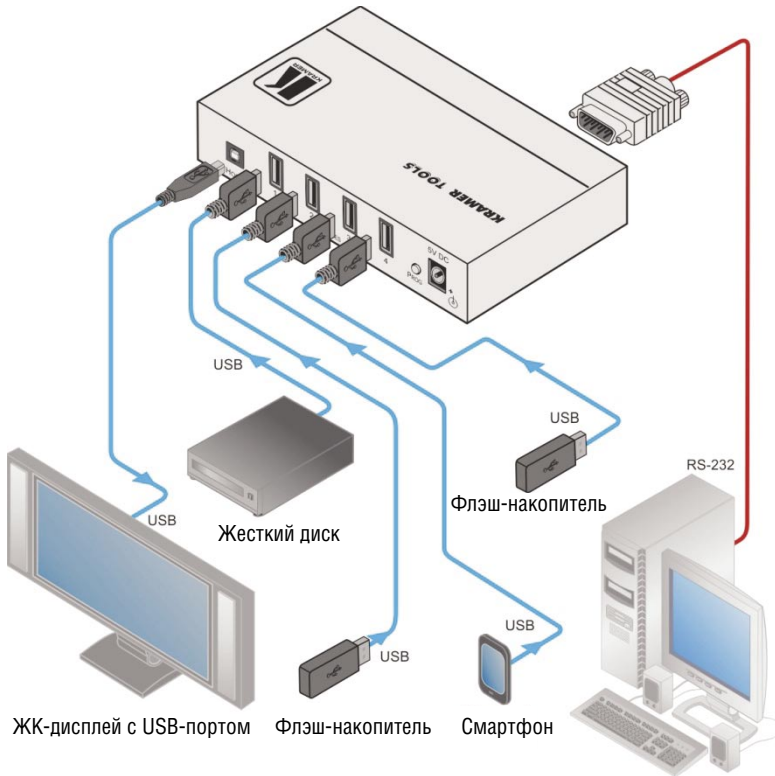

Рис. 2. Подсоединение прибора VS-401USB
Чтобы подключить **VS-401USB** в соответствии с примером, приведенным на рис. 2:
4. Подсоедините адаптер электропитания на 5 В постоянного тока к разъему электропитания и подключите адаптер к розетке электросети (не показано на рис. 2).